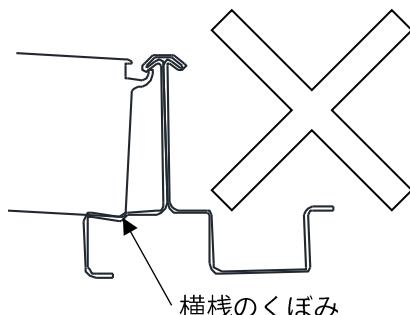

図3-11. 誤った例
④モジュールに横桟を押しつけながら、仮固定していたボルト M8×20 を固定してください。図3-11に示すように、モジュールが横桟のくぼみに引っ掛かっている状態でボルトを固定しないようしてください。